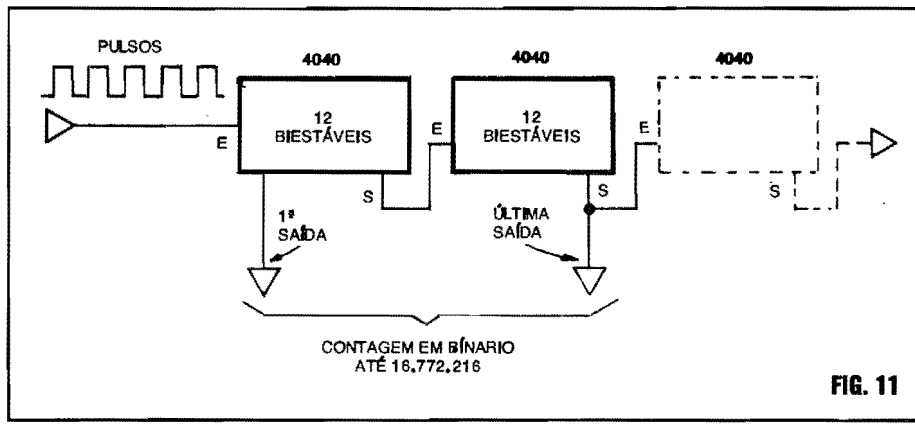

FIG. 11
- FIG. 11 - ... E PARA CONTAR "ACIMA" DE 4096...? - Embora 4096 pareça, a princípio, um número ou quantidade reativamente elevada, na prática não o é, já que em muitas aplicações precisamos quantificar valores numericamente muito superiores, manipulando tais números binários elevados, digital e eletrônica-
impressionante "talento" no assunto é a **grande** (*mesmo...*) **velocidade** com a qual podem realizar tais operações...! Só para dar um exemplo comparativo, o conjunto dos dois 4040 iniciais do diagrama da FIG. 11 pode efetivamente **contar**, desde 1 até **16.772.216** em *muito menos tempo* do que alguém conseguiria *dizer*, em voz alta, o número **dezesesseis milhões, setecentos e setenta e dois mil e duzentos e dezesseis**...! Na verdade, tal contagem ou totalização binária pode ser feita numa **fração de segundo**! Graças a esse enorme potencial, lastreado basicamente na **precisão** e na **velocidade** é que surgiu todo o moderno Universo do cálculo puramente eletrônico e - por consequência - os **computadores, micro-computadores** e toda a **parafemália informática** que atualmente nos cerca e nos serve! Na raiz de todo arranjo eletrônico digital contido nos modernos computadores, temos nada mais, nada menos, que um "monte" (mas um **monte mesmo**...) de **divisores**